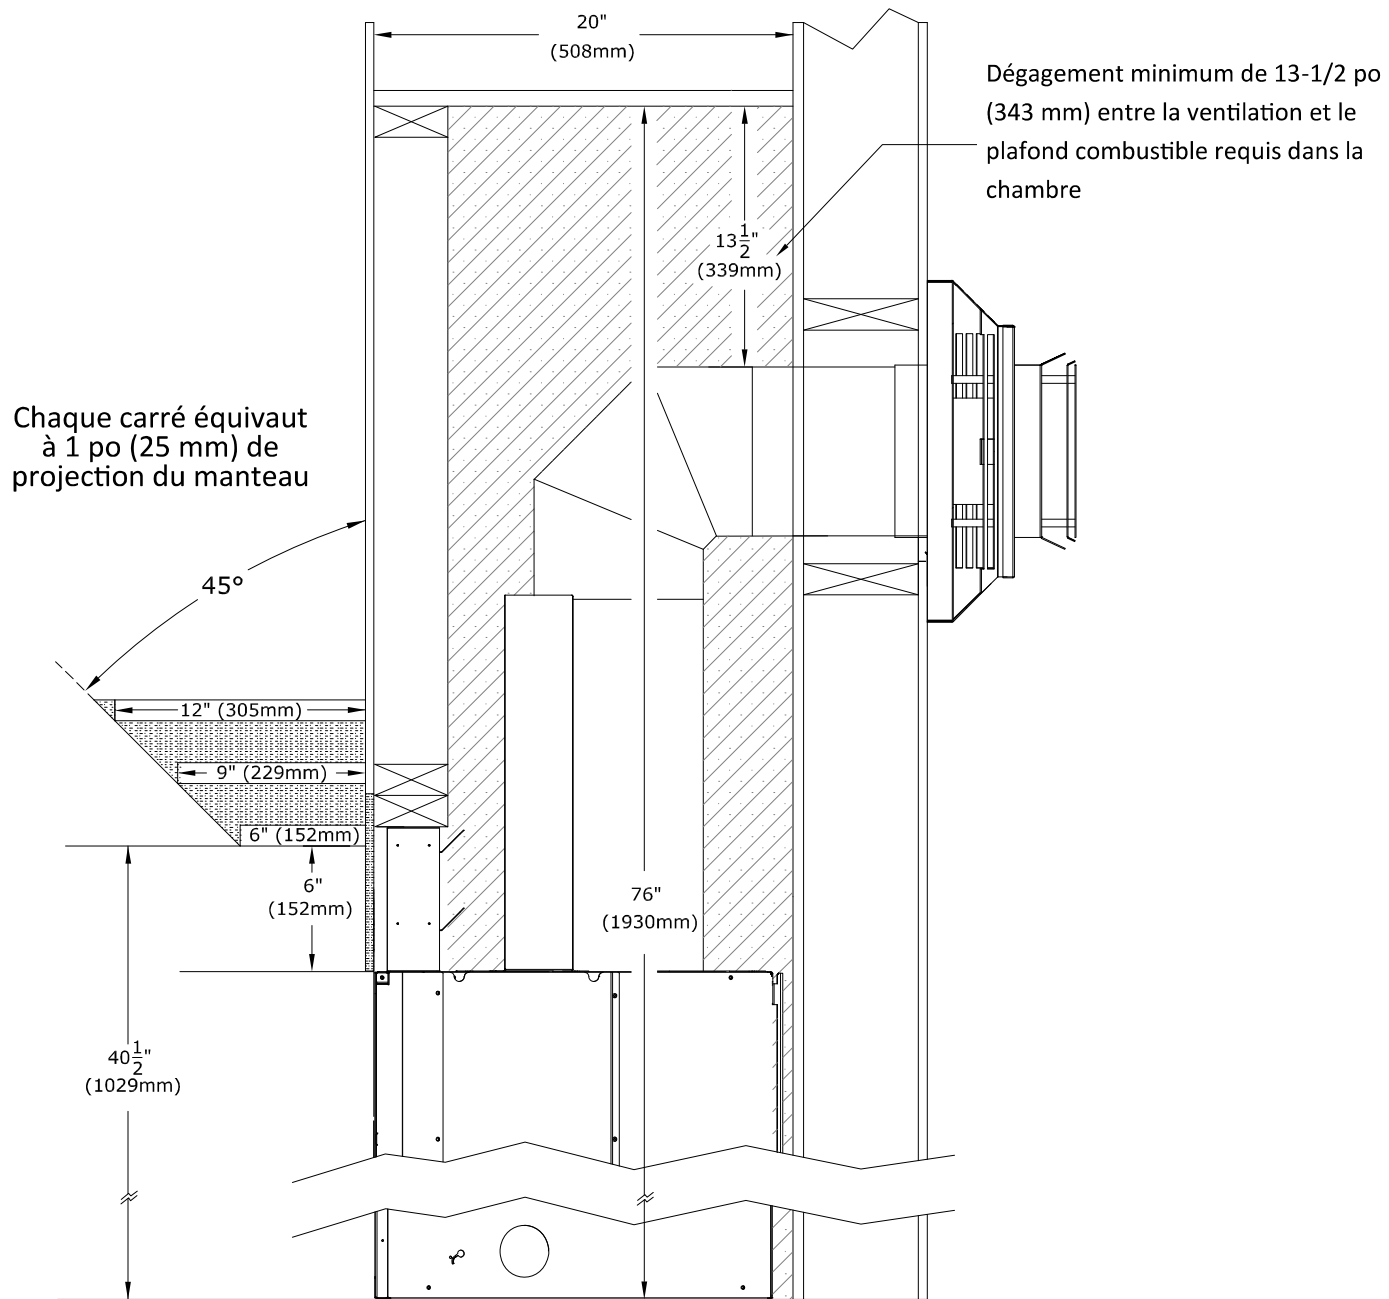

Figure 5.3 - Projections du manteau incombustible - Installation standard
- Profondeur du manteau incombustible : Une tablette de manteau incombustible de 6 po (152 mm) de profondeur doit être située à plus de 6 po (152 mm) au-dessus du bord de finition supérieur du foyer. Voir la Figure 5.3.